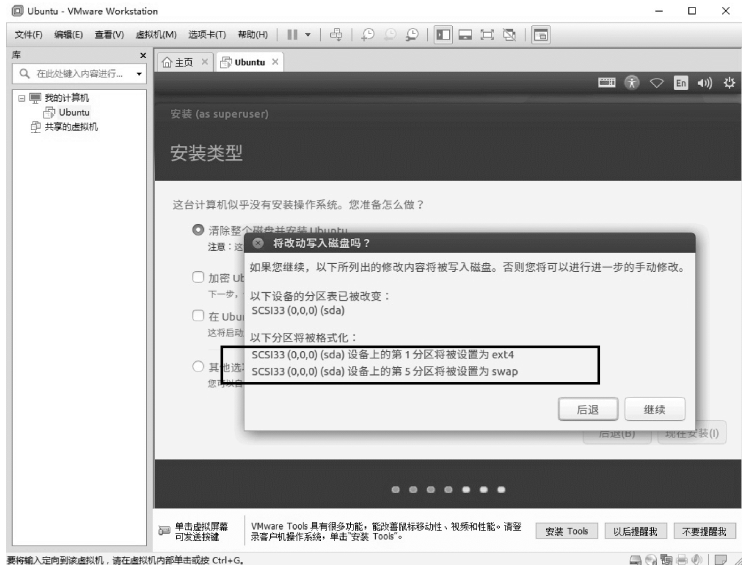

图 12-23 Ubuntu 系统分区
(6) 安装过程，一般使用系统的推荐设置即可。在“安装类型”设置页面，选择“清除整个磁盘并安装 Ubuntu”选项，安装程序会自动为硬盘分出两个分区，一个是主分区（ext4 格式），还有一个用于与内存交换数据和作为缓存使用的 swap 分区，如图 12-23 所示。如果熟悉 Linux 系统分区类型及格式，也可以选择“自己创建、调整分区”选项。